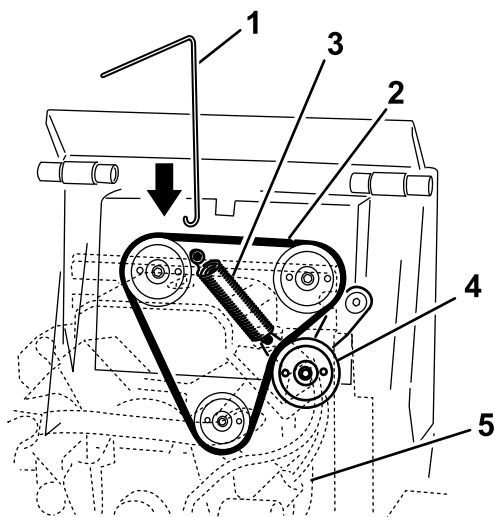

Figure 51
3. Accrochez le crochet de l'outil de dépose au crochet du ressort de la poulie de tension, et décrochez le ressort du goujon, comme montré à la Figure 51.